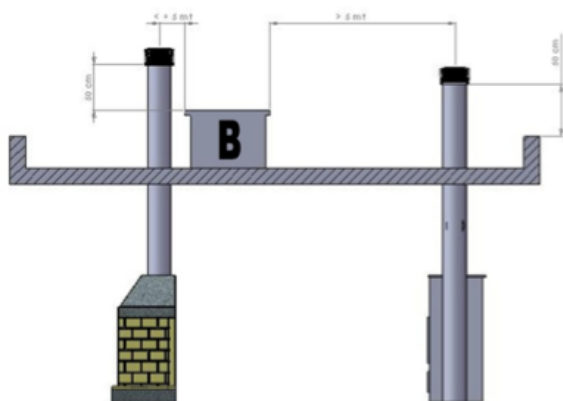
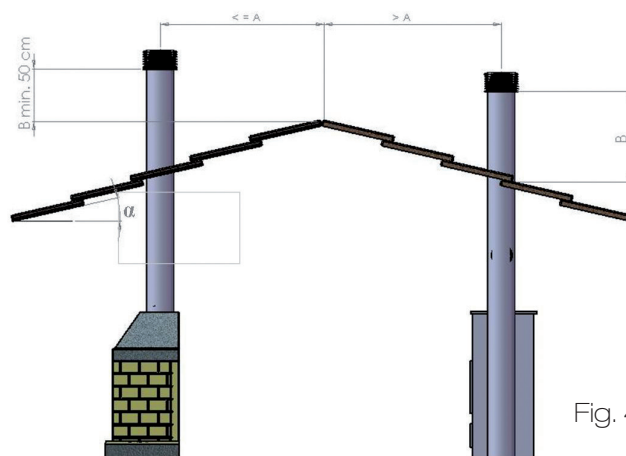

Fig. 3
Fig. 4
- In fig. 3 (TETTO PIANO; B VOLUME TECNICO) e fig. 4 (TETTO INCLINATO; B OLTRE IL COLMO) vengono visualizzati i dati della tabella delle prescrizioni UNI 10683/98 relative alle distanze e al posizionamento dei comignoli.
- Fig. 3 (FLAT ROOF; B Technical volume) and fig. 4 (SLOPING ROOF: B above the ridge cap) illustrate the distances and positioning for chimney tops stipulated under the UNI 10683/98 standard.
Passo 2: rimuovere tutte le viti presenti sul coperchio quindi estrarre il coperchio come da fig 3.
Passo 4: infilare il gruppo ventilante nel vano precedentemente aperto come in fig 4.